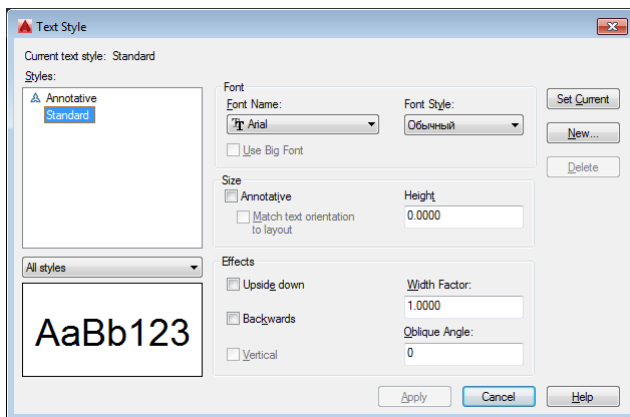

Рисунок 1.12 –Встановлення стилю тексту розмірів
**Стиль тексту** задається в закладці **Annotate (Анотації)**. Для цього у розділі **Text (Текст)** необхідно натиснути кнопку з маленькою стрілкою, або у спадяючому списку стилів натиснути кнопку **Manage Text Styles...**, або командою **STYLE**. Відкриється діалогове вікно **Text Style** (рис. 1.12).